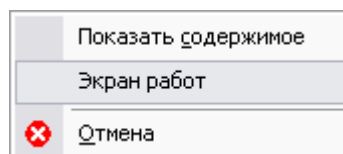

Рис. 66
- В контекстном меню раздела **Процессы** или **Задания** выберите пункт **Экран работ** (Рис. 66).